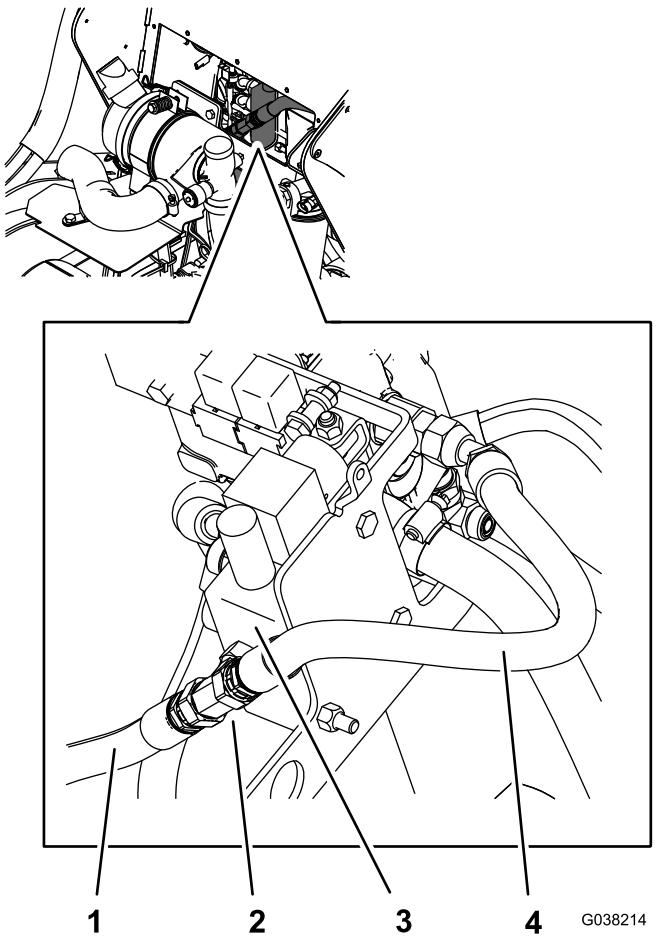

Figure 7
1. Débranchez et mettez au rebut le flexible court, comme montré à la Figure 7.
3. Débranchez le flexible de pompe du raccord en T et bouchez le flexible (Figure 7).